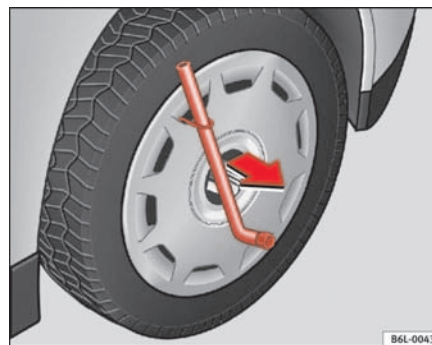

Fig. 132 Retirer l'enjoliveur de roue plein
- Retirez l'enjoliveur plein de la roue à l'aide de la clé et de l'étrier métallique* ⇒ **fig. 132**.